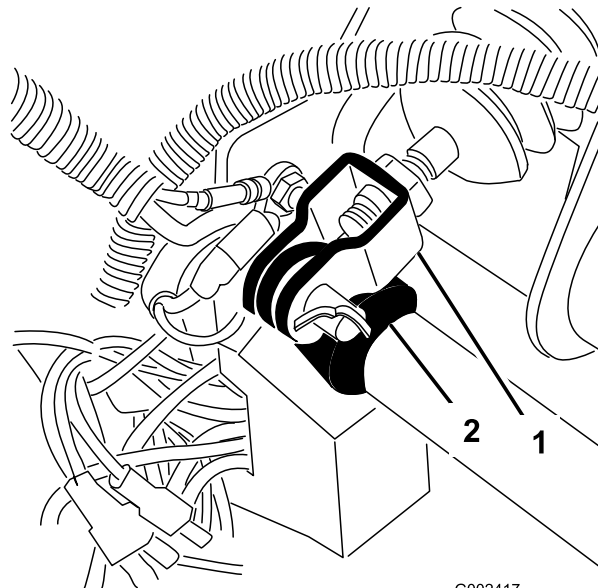

Figura 58
1. Îndepărtați cuiul spintecat și tiftul cu cap și gaură care fixează furca cilindrului principal la pivotul pedalei de frână (Figura 58).